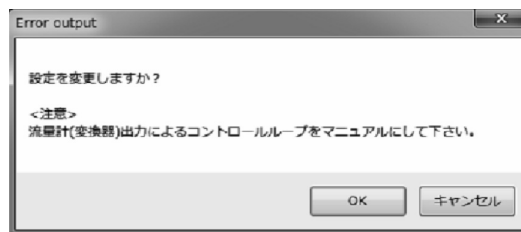

図55
- ⑤ 全ての設定が完了し、「OK」ボタンをクリックすると、メッセージボックス(図55)が表示されます。ここで「OK」をクリックすると、入力した設定値に変更されるのですが、設定値の変更によって流量計の出力も変化します。安全のため、流量計の出力によりバルブ等を制御している場合には、その制御ループをマニュアル制御に変え、制御ループが流量計の出力に影響を受けないような状態にしてください。